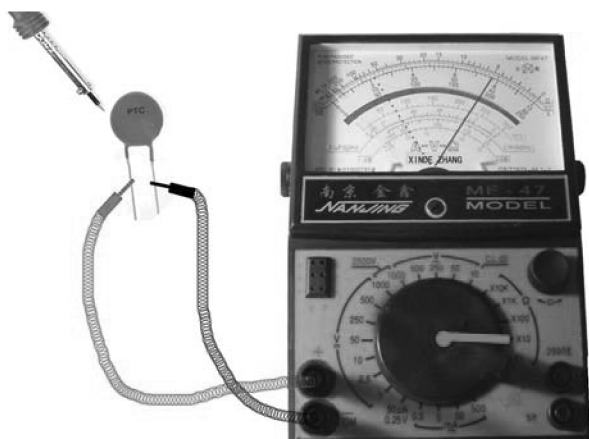

图 2-18 加温检测 PTC 热敏电阻器
2) 加温检测。在常温测试正常的基础上，即可进行加温检测，具体方法如图 2-18 所示。将一热源（例如电烙铁）靠近 PTC 热敏电阻器对其加热，同时用万用表监测其电阻值